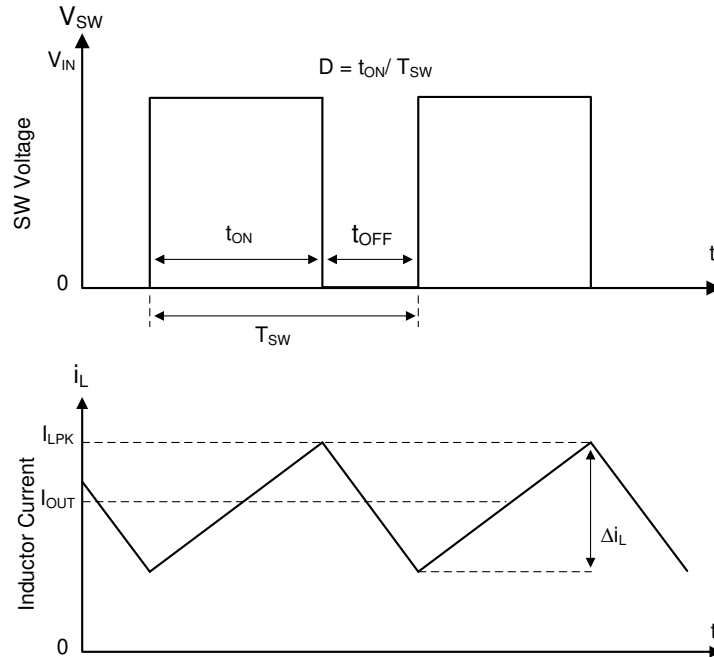

图 7-1. 连续导通模式 (CCM) 下的 SW 节点和电感器电流波形
LMR51403 的以下运行说明涉及 功能方框图 和 图 7-1 中的波形。LMR51403 是一款同步降压转换器，具有集成式高侧 (HS) 和低侧 (LS) 开关 (同步整流器)。LMR51403 通过使用受控的占空比打开高侧和低侧 NMOS 开关，来提供稳定的输出电压。高侧开关导通期间，SW 引脚电压上升至约 V_{IN} ，电感器电流 i_L 以线性斜率 $(V_{IN} - V_{OUT})/L$ 增加。当高侧开关被控制逻辑关闭时，低侧开关在经过反击穿死区时间后将会导通。电感电流通过低侧开关以斜率 V_{OUT}/L 放电。降压转换器的控制参数为占空比 $D = t_{ON}/T_{SW}$ ，其中 t_{ON} 是高侧开关导通时间， T_{SW} 是开关周期。转换器控制环路通过调整占空比 D 来维持恒定的输出电压。在可忽略损耗的理想降压转换器中， D 与输出电压成正比，与输入电压成反比： $D = V_{OUT}/V_{IN}$ 。